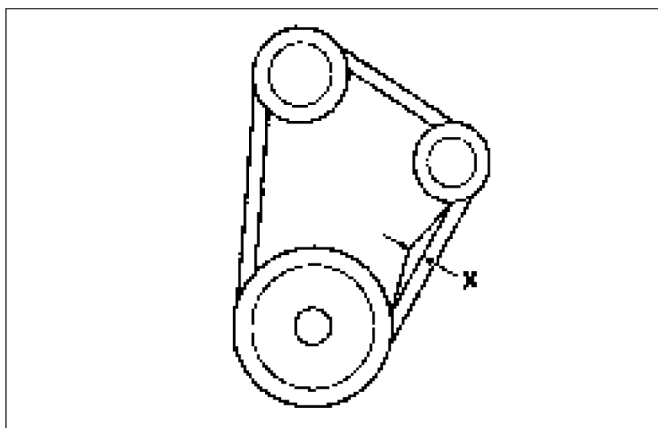

FIG. 67
**Abb. 67:** Eine korrekte Riemenspannung garantiert einen guten Luftumlauf entlang Motorblock und Kühler. Die Spannung ist korrekt, wenn sich der Riemen an der mit "X" gekennzeichneten Stelle in der Mitte um etwa 13 mm eindrücken lässt.